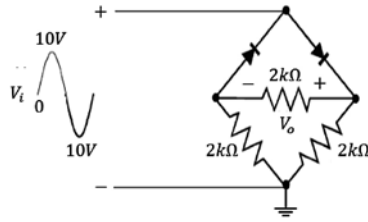

Figura 3.52 Ejercicio con señal AC. Fuente: Elaboración propia
- a) En el circuito de la figura 3.52, se pide hallar el voltaje DC de salida y la corriente que circula por la carga para la señal de entrada dada.